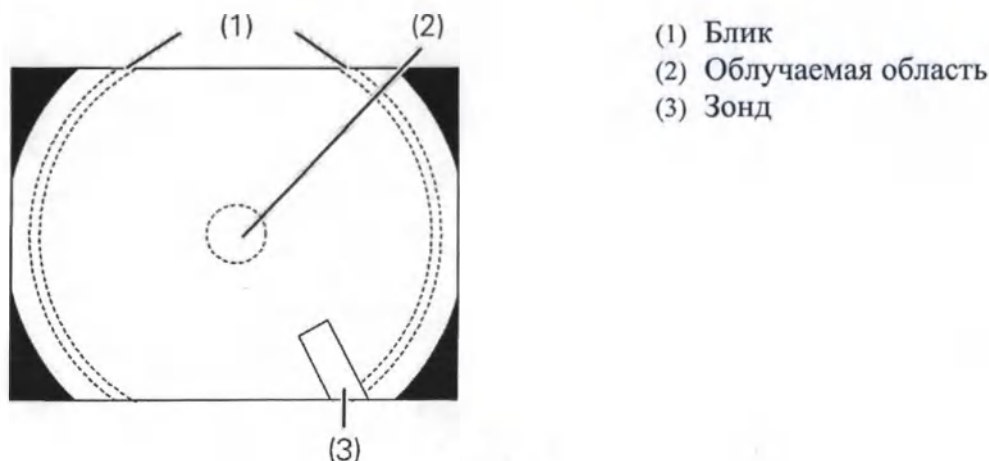

Рис. 8.8
- При работе с лазером на высокой мощности и/или если дистальный конец эндоскопа находится на расстоянии 10 мм и менее от облучаемой зоны, в одном или более углах изображения могут возникать блики (Рис. 8.8).